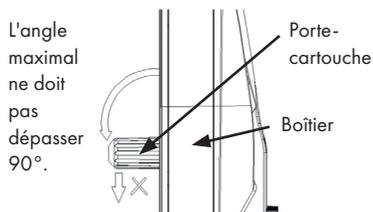
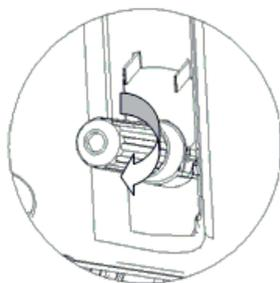

Figure 10
Figure 12
4. Assurez-vous que le régulateur de pression sur le dessus du couvercle est en position « - ». Tournez le porte-cartouche du cache supérieur vers l'extérieur de l'angle approprié. L'angle doit être au maximum de 90 degrés. Libérez le porte-cartouche de CO2 (voir figure 10). Insérez une cartouche de CO2 dans le support et tournez-la rapidement et avec précaution (dans le sens des aiguilles d'une montre) jusqu'à ce que vous entendiez un déclic (Figure 12), ce qui indique que la fermeture a été percée et que le dioxyde de carbone s'écoule librement dans le fût. La vanne de pression de gaz est ensuite relevée et s'enclenche dans le cache supérieur. Lors du remplacement de la cartouche de gaz, inversez la procédure (assurez-vous que la cartouche de gaz est vide avant de la remplacer).